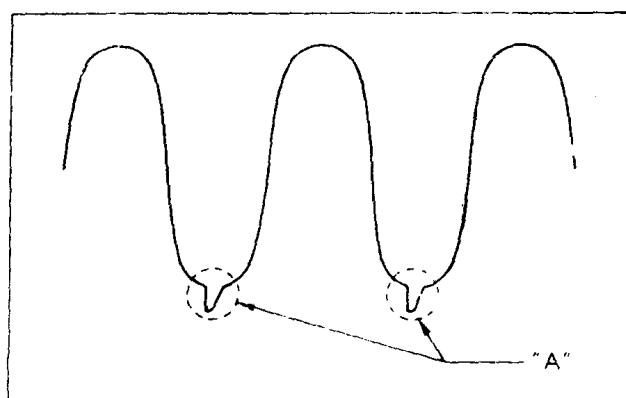

图 1
3. 调节 T851,使“A”区的尖头在波形上呈现负向最大,如图 1 所示。